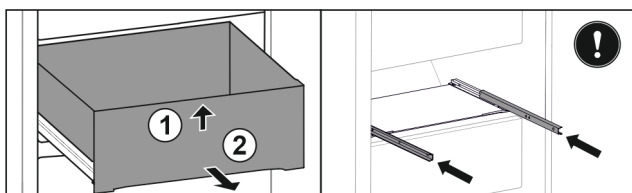

Fig. 123
- ▶ Приподнимите выдвижной ящик спереди. Fig. 123 (1)
- ▶ Извлеките выдвижной ящик движением вперед. Fig. 123 (2)